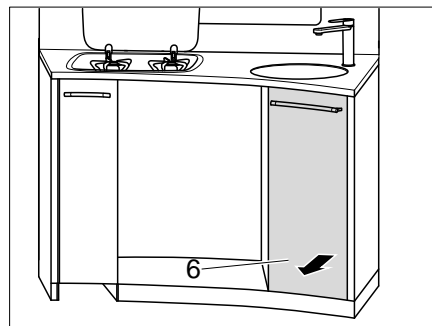

Bild 129 Hohe Küchenschublade herausnehmen
- Hohe Küchenschublade (Bild 129,6) herausnehmen.